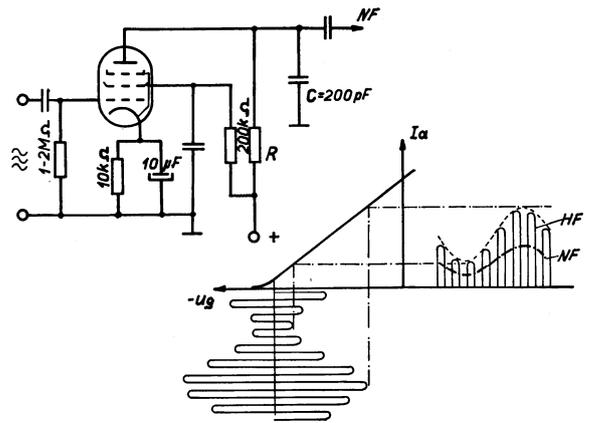

Fig. 4.05. Anodengleichrichter.
3. Anodengleichrichtung (Richtverstärker): Die Gleichrichtung findet im unteren Kennlinienknick statt. Vorteilhaft ist der Wegfall der Gitterstromdämpfung, weil nur im negativen Kennlinienteil gearbeitet wird (Fig. 4.05).